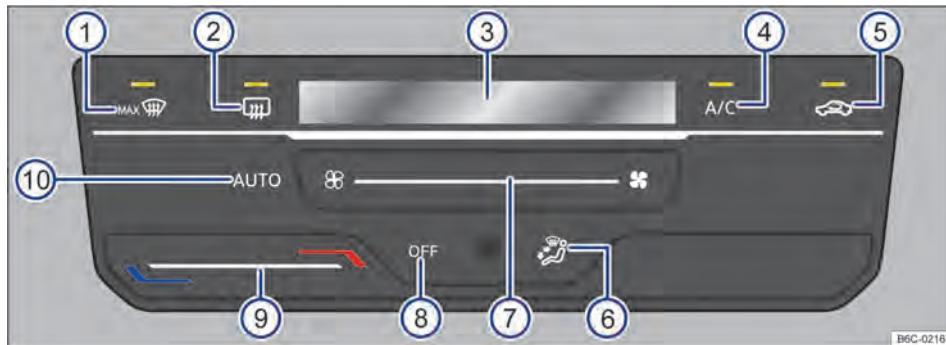
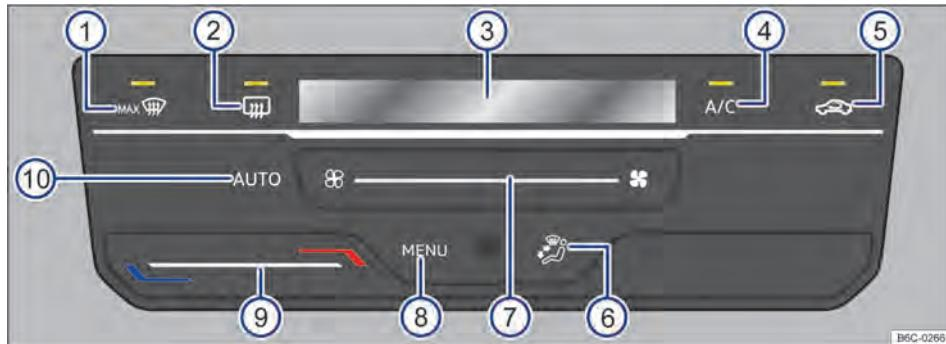

Fig. 83 Comandos do Climatronic (variante 1).
Fig. 84 Comandos do Climatronic (variante 2)
- Tocar na superfície de função OFF → Fig. 83 ⑧
- OU Deslizar o dedo para a esquerda sob a superfície de função → Fig. 84 ⑦, depois pressionar o botão da extremidade esquerda .
Ao tocar na superfície de função AUTO → Fig. 83 ⑩ é possível ligar o modo automático do Climatronic.
manualmente → Fig. 83 ou → Fig. 84 ⑦ ou com a alteração da distribuição de ar através da superfície de função → Fig. 83 ou → Fig. 84 ⑥.
- Tocar na superfície de função A/C → Fig. 83 ou → Fig. 84 ④ para ligar e desligar o funcionamento da refrigeração.
- Deslizar o dedo sob a superfície de função → Fig. 83 ou → Fig. 84 ⑨.
No display do Climatronic → Fig. 83 ou → Fig. 84 ③ é indicada a temperatura ajustada.
- Deslizar o dedo sob a superfície de função → Fig. 83 → Fig. 84 ⑦.
- Tocar na superfície de função ↔ → Fig. 83 ou → Fig. 84 ⑤.
- Tocar na superfície de função → Fig. 83 ou → Fig. 84 ⑥ para posição desejada, a distribuição selecionada será indicada no display ③.
- Tocar na superfície de função MAX → Fig. 83 ou → Fig. 84 ①.
- Tocar na superfície de função ─ → Fig. 83 ou → Fig. 84 ②.
Para veículos com VW Play, pressionar MENU → Fig. 84 ⑧, para abrir o menu do ar-condicionado no rádio.